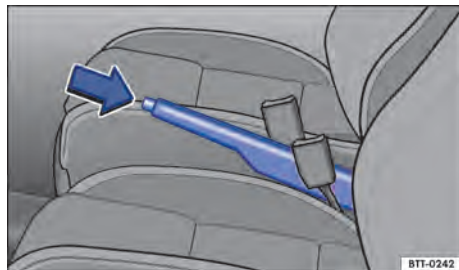

Fig. 97 Entre os bancos dianteiros: alavanca do freio de estacionamento.
- Puxar a alavanca do freio de estacionamento para cima com o botão bloqueador pressionado → Fig. 97 (seta).
- Puxar a alavanca do freio de estacionamento um pouco para cima e pressionar o botão bloqueador → Fig. 97 (seta).